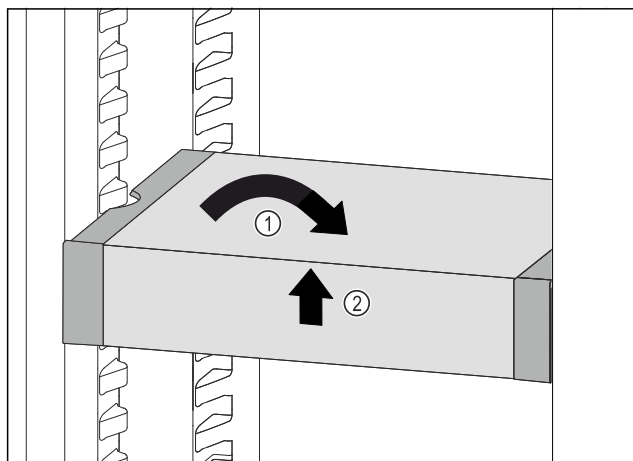

Fig. 84
- ▶ VarioSafe postavte rovně. Fig. 84 (1)
- ▶ VarioSafe vpředu zvedněte. Fig. 84 (2)